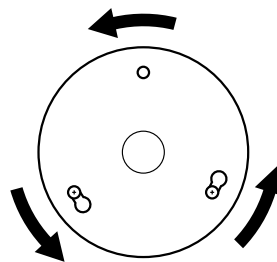

FIGURE 15
- Faites tourner le boîtier d'interrupteur supérieur dans le sens inverse des aiguilles d'une montre jusqu'à ce que les vis de montage du boîtier soient bien placées dans le côté étroit des encoches piriformes comme indiqué à la figure 15. Installez la troisième vis n° 6-32 x 3/8 po (9,5 mm) de montage de boîtier dans le trou dans le dessus du boîtier d'interrupteur supérieur. Serrez bien les trois vis.